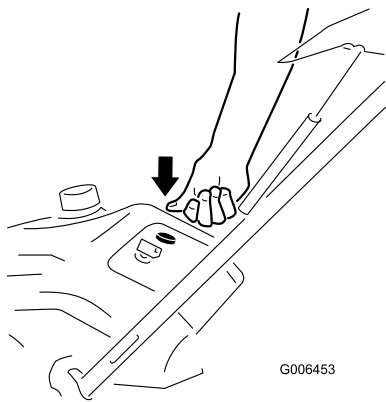

Figure 15
- 3. Appuyez fermement sur l'amorceur avec le pouce comme indiqué sur le graphique ci-dessous, en marquant une pause d'une seconde chaque fois (Figure 15).